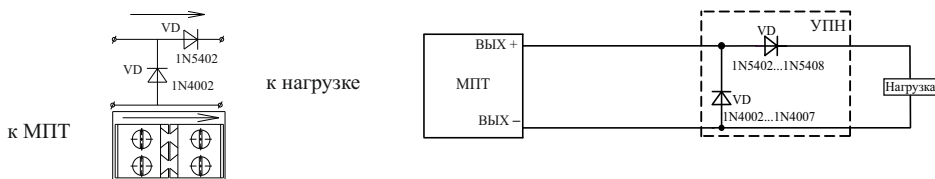

Рисунок 3
4.16 Для обеспечения контроля выходных цепей в разрыв выходной цепи непосредственно к нагрузке должно быть подключено устройство подключения нагрузки (далее – УПН) (рисунок 3).